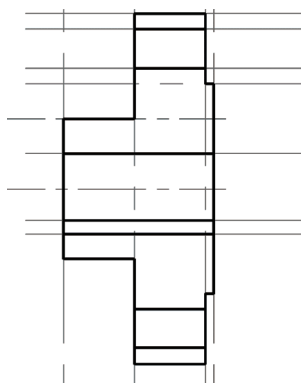

图 8-40 镜像结果
15) 镜像操作。在“修改”面板中单击“镜像”按钮, 在右侧的视图进行镜像操作, 得到图 8-40 所示的轮廓线。